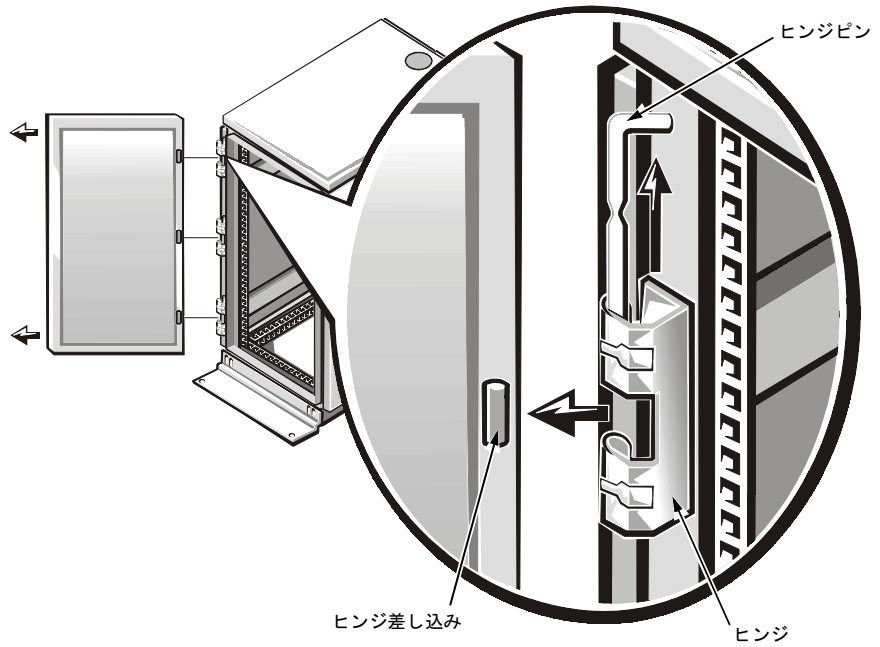

図 2-4 24U ラックキャビネットドアの取り外し
| 図 2-4 | 24U ラックキャビネットドアの取り外し | 2-6 |
24U ラックキャビネットをお使いの場合、次の手順を実行します（図 2-4 参照）。
1. 正面ドアを持ち上げ、図 2-4 で示すようにヒンジをラックの穴に合わせます。